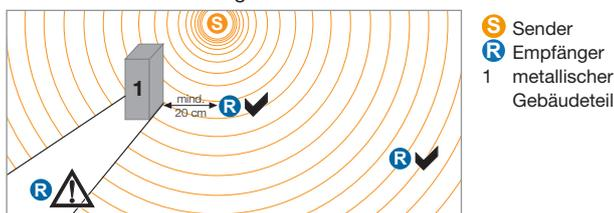

Bild 2: Funkschatten und Abstände von metallischen Gegenständen
- Die Rückseiten metallischer Gebäudeteile wie Pfeiler, Deckenträger oder Feuerschutztüren bilden Funkschatten (s. Bild 2). In einem solchen Schatten montierte Empfänger können keine Signale auf direktem Weg erhalten und sind auf den Empfang reflektierter Funkwellen angewiesen.